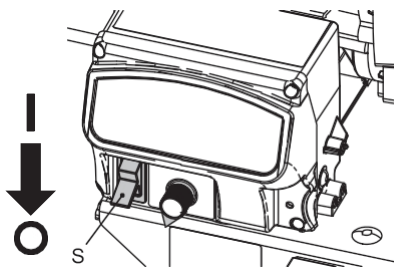

Fig. 8
1. Portare l'interruttore del motore (S) in posizione OFF. (Fig. 8)